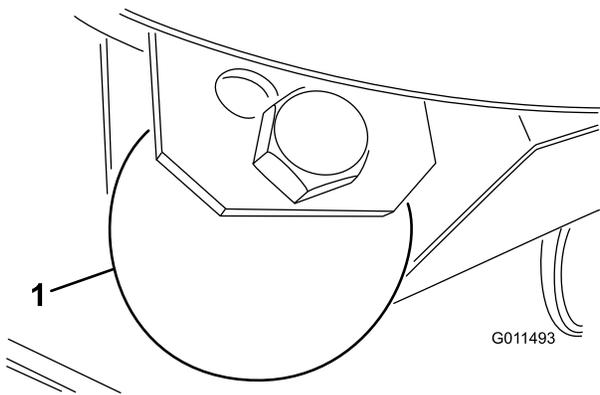

Bild 26
- Entfernen Sie die Schraube und Mutter, mit denen die Radstelze an den Mähwerkhalterungen befestigt ist (Bild 26).